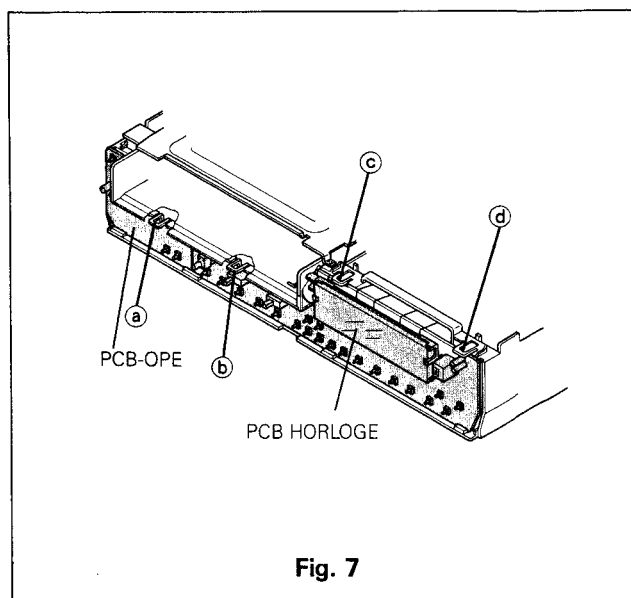

Fig. 7
- B. Débloquer le crochet a et retirer la platine OPERATION comme montré en Fig. 7.
- B. Débloquer les trois crochets (⑤ à ⑦) et retirer la platine HORLOGE comme le montre la Fig. 7.